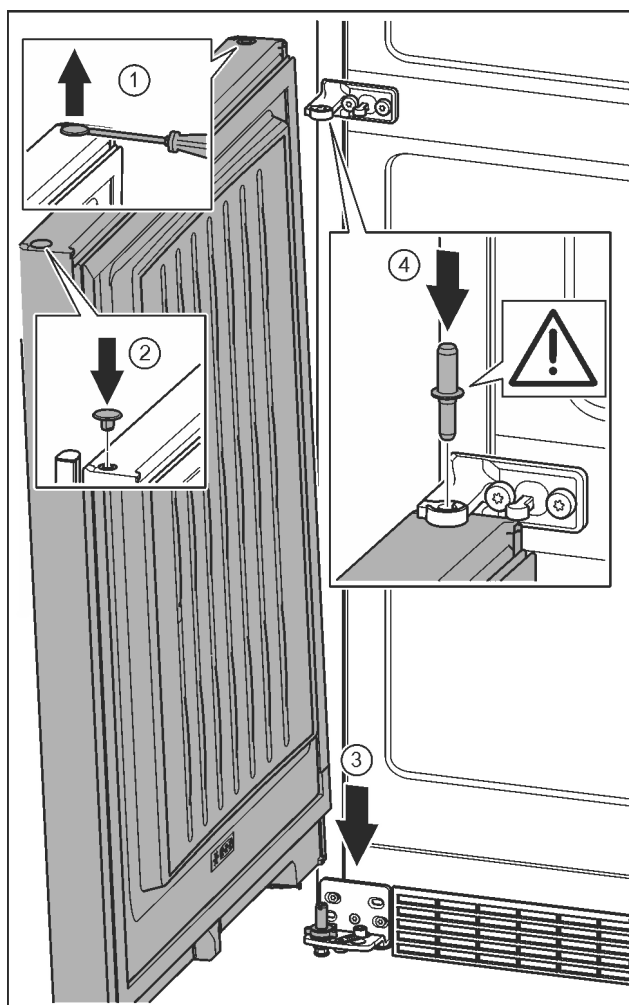

Fig. 21
- ▶ Осторожно приподнять шлицевой отверткой заглушку и извлечь ее. Fig. 21 (1)
- ▶ Заглушку снова вставить с другой стороны. Fig. 21 (2)
- ▶ Установить дверь сверху на нижний опорный палец. Fig. 21 (3)
- ▶ Вставить средний опорный палец через средний опорный кронштейн в нижнюю дверь. При этом следить за тем, чтобы выступ фиксатора был направлен назад. Fig. 21 (4)